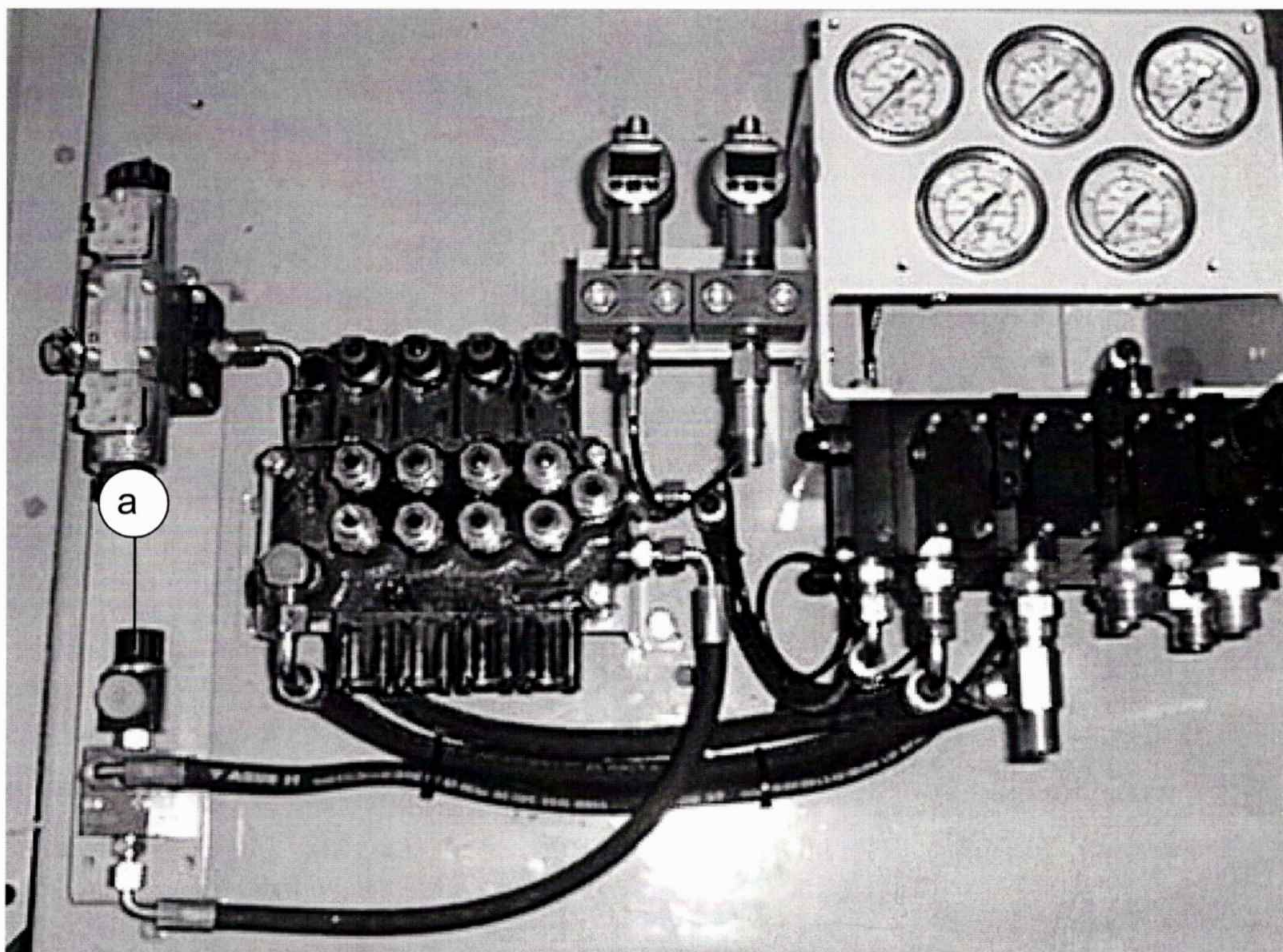
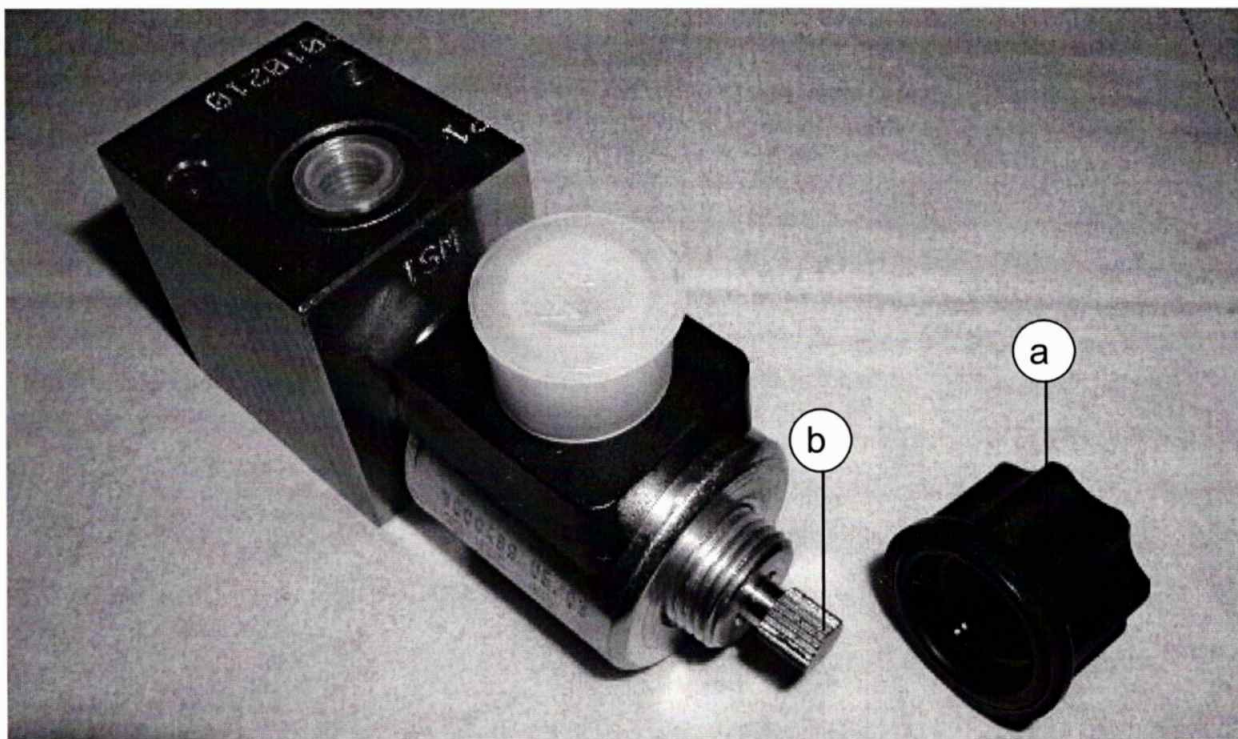

fig. 7.6.3
fig. 7.6.4
- È possibile che si sia bruciata (interrotta) l'elettrovalvola che comanda il fermo dell'alimentatore mediante telecomando. In questo caso si accende la relativa spia (vedi particolare (15) di fig. 5.2.1) che testimonia l'efficienza del radiocomando e del ricevitore. L'elettrovalvola dell'alimentatore è mostrata dal particolare (a) di fig. 7.6.3. Si può risolvere il problema svitando il tappo nero in plastica, indicato dal particolare (a) di fig. 7.6.4, e svitando con una pinza la vite indicata dal particolare (b) di fig. 7.6.4 che comprime internamente la molla che aziona il cilindretto dell'elettrovalvola.
- È possibile che si sia bloccata l'elettrovalvola indicata dal particolare (a) di fig. 7.6.3. Bisogna sostituire l'elettrovalvola.